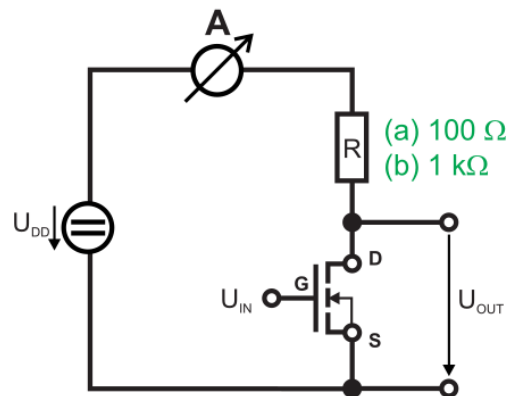

Abbildung 5.3: Aufbau: nMOS-Inverter mit Widerstand, konstante Eingangsspannung
2. Bauen Sie die Schaltung aus Abbildung 5.3 mit einem n-Kanal MOSFET auf. Verwenden Sie zunächst 100 Ohm als Pull-Up.